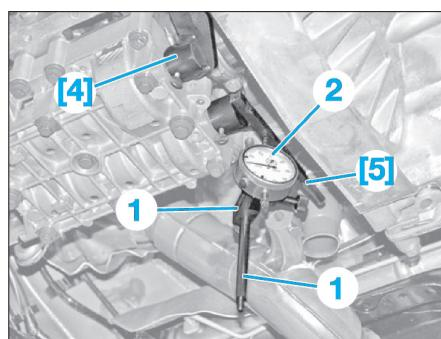
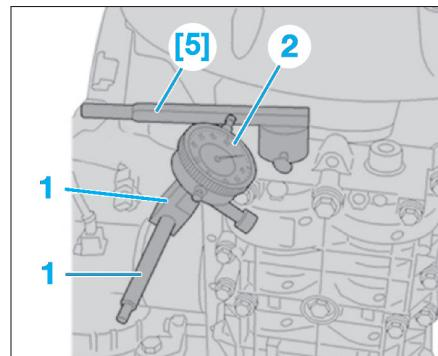

Fig. 93
Fig. 94
- [4]. Levier d'immobilisation d'arbre d'équilibrage (réf. 8610-T.F / 0190 F2) (Fig.93).
- [5]. Règle pour contrôler jeu d'arbre d'équilibrage (réf. 8610-T.A / 0190 A) (Fig.93) et (Fig.94).
- Contrôler le jeu entre les arbres d'équilibrage, pour cela (Fig.93) :
- poser un support de comparateur (1),
- poser un comparateur (2) sur le support (1),
- étalonner le comparateur (2) à 0,
- Contrôler et régler le jeu entre les arbres d'équilibrage et le vilebrequin, pour cela (Fig.94) :